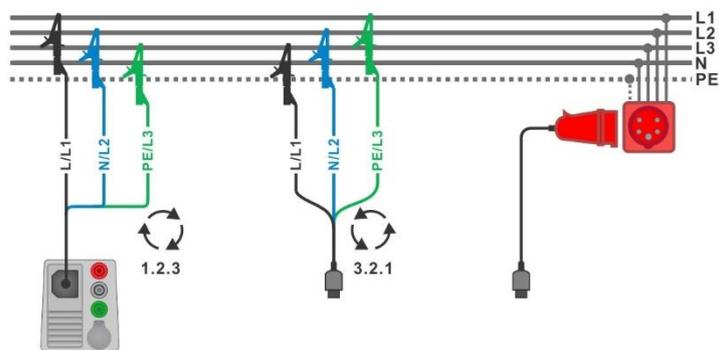
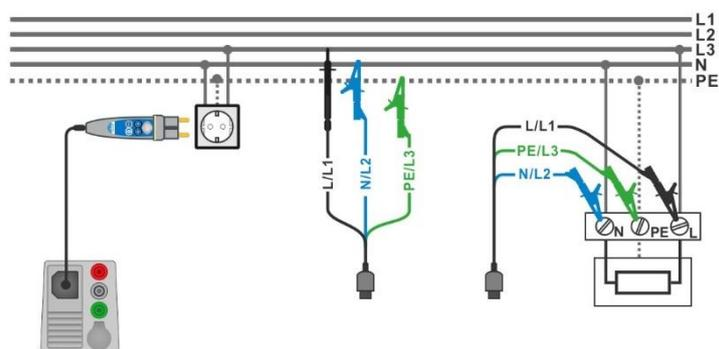

Figura 7.2: Conexión de una punta de prueba de tres hilos y un adaptador opcional en un sistema trifásico
Figura 7.3: Conexión de la Clavija *Commander* y una punta de prueba de tres hilos en un sistema monofásico
- Conecte las puntas de prueba al objeto a prueba, vea la **Figura 7.2** y **Figura 7.3**.